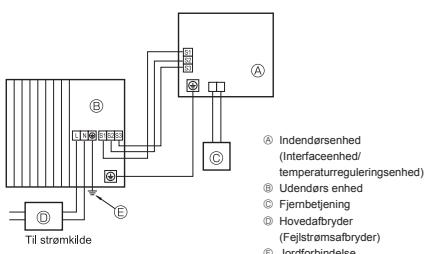
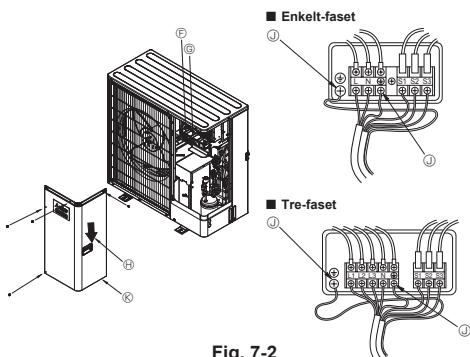

Fig. 7-1
Fig. 7-2
7.1. Udendørs enhed (Fig. 7-1, Fig. 7-2)
- Før kablerne som angivet i Fig. 7-1 og Fig. 7-2